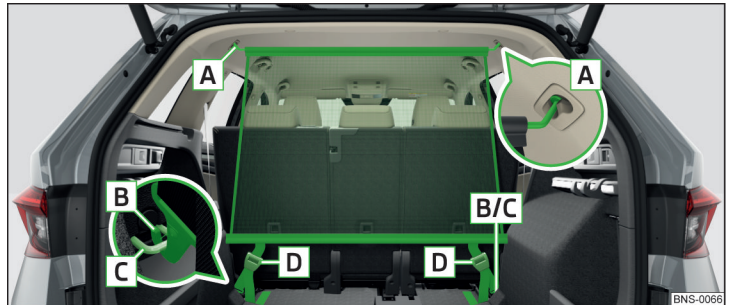

Abb. 134 Netztrennwand hinter den Rücksitzen
- Zum **Einbau** die Querstange in die Aufnahme **A** erst auf der einen Seite einsetzen und nach vorn drücken. Auf gleiche Weise die Querstange auf der anderen Fahrzeugseite in die Aufnahme **A** einsetzen » **Abb. 134**.